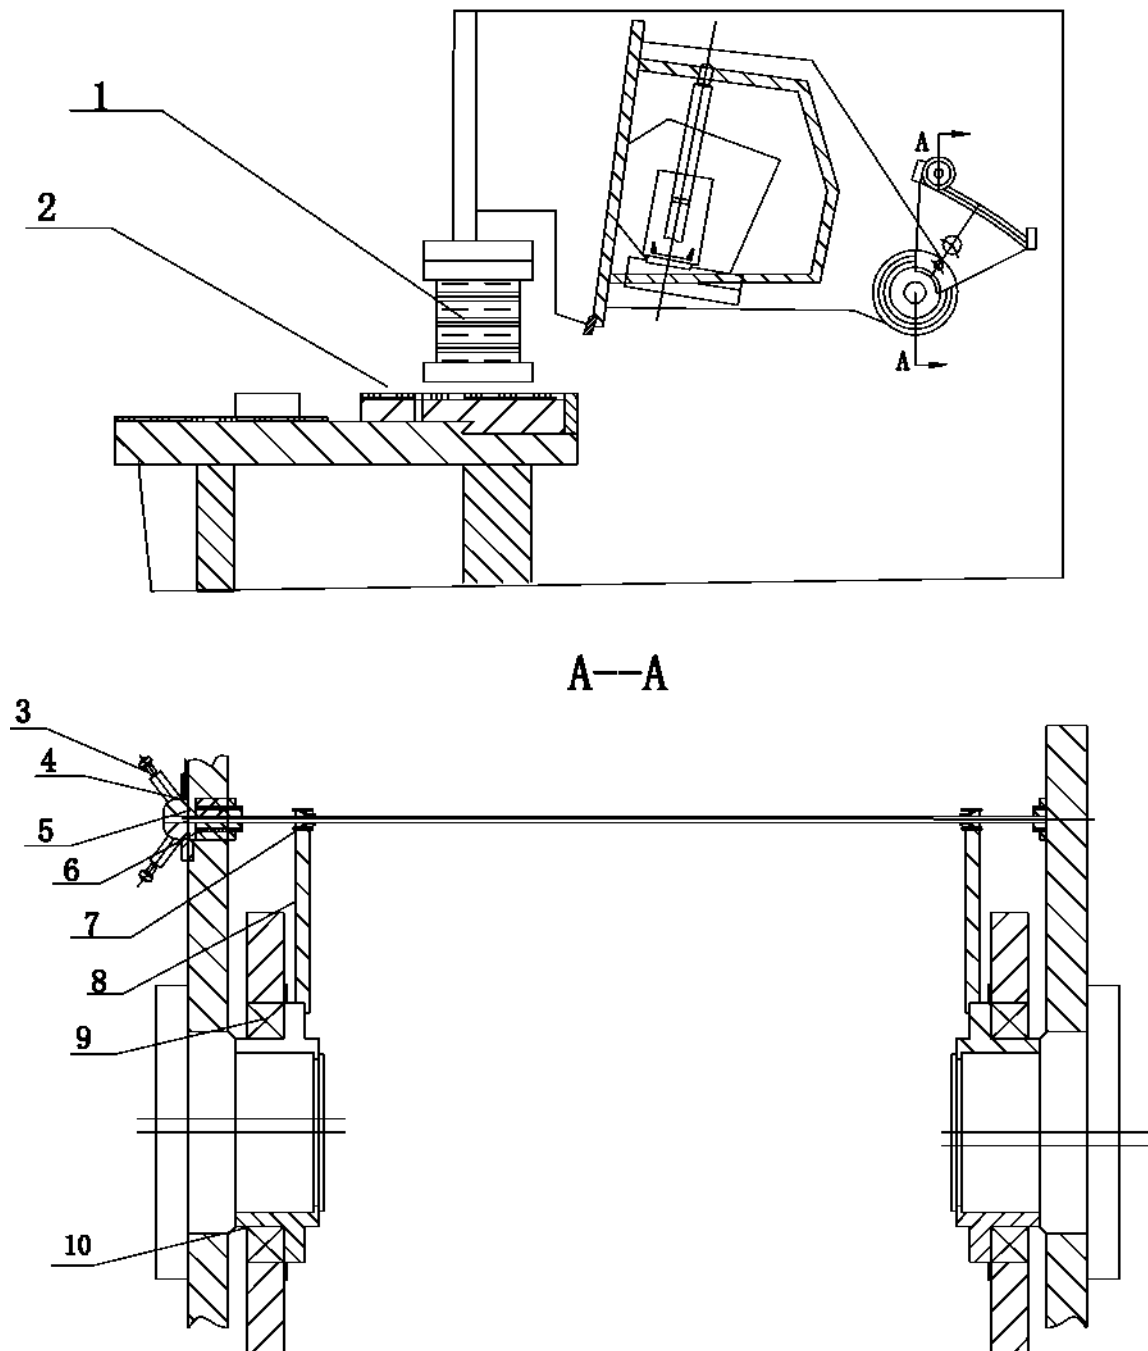

Рисунок 3. Регулировка зазора между
При регулировке зазора (см. Рис. 3) ослабьте зажимные винты (3), поверните рукоятку на нужную градуировку. Затем зажмите винты (3). Шаровой кран используется для калибровки равномерности зазора между кромками ножа. Подробный способ: Запустите машину, чтобы нож двигался вниз к нижней мертвой точке. Поверните шаровой клапан быстро, чтобы он закрыл путь подачи масла, и верхняя ножевая балка остановилась в нижней мертвой точке. Затем немного и плавно поверните шаровой клапан таким образом, чтобы верхняя ножевая балка постепенно двигалась вверх в течение всего хода. Цель — измерить зазор между кромками ножей в разных точках и проверить его равномерность.